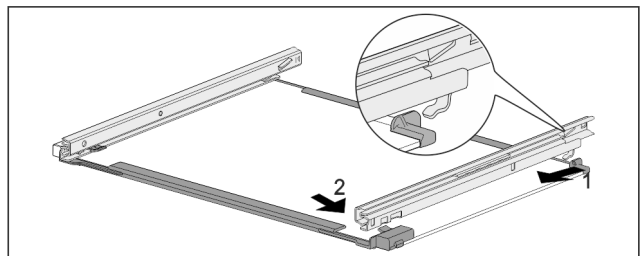

Fig. 162 Glasplatte mit Schienen
- ▶ Schiene hinten einhaken. *Fig. 162 (1)*
- ▶ Schiene vorne einrasten. *Fig. 162 (2)*